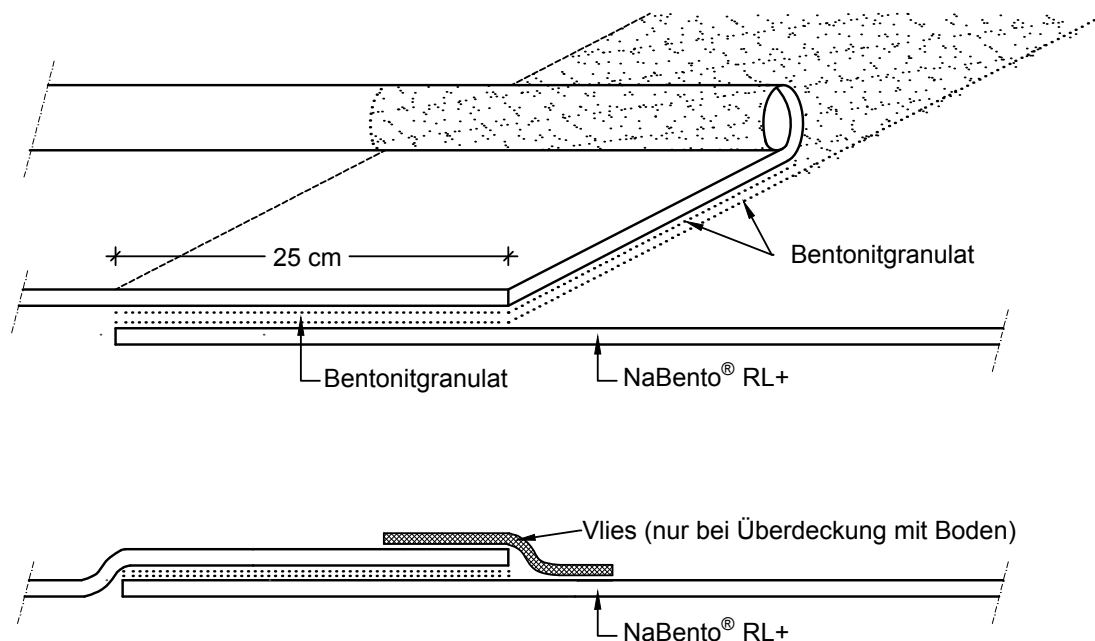

Abb. 7d: Ausführung der Längsüberlappung
- Bei der Verlegung müssen die mit Bentonit vorgestreuten Seiten der Längsüberlappungen übereinander liegen (Abb. 7d). Die Dichtungsfunktion übernimmt der beidseitig aufgestreute Bentonit.